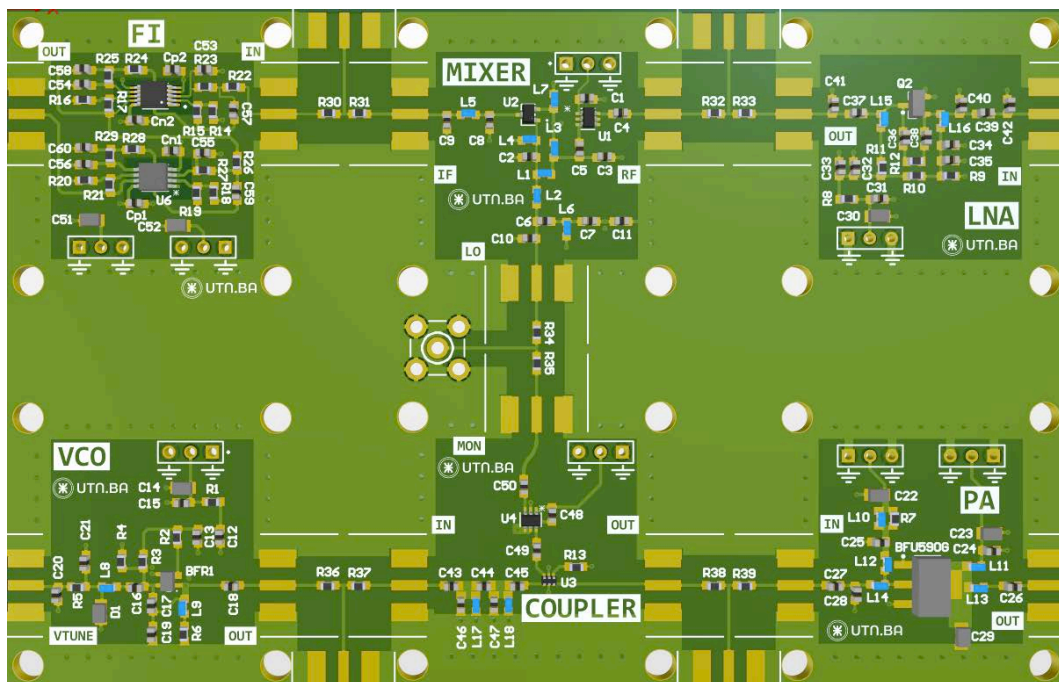

Figura 1.1: Circuito impreso correspondiente al RADAR implementado durante la cursada de EAIII.
La representación del circuito impreso del radar puede observarse en la Figura 1.1. Como se observa, el mismo consiste de seis bloques: 1) Oscilador Controlado por Tensión (VCO), 2) Acoplador, 3) Amplificador de Potencia (PA), 4) Amplificador de Bajo Ruido, 5) Mezclador y Amplificador de Frecuencia Intermedia (FI). Más detalles del principio de funcionamiento del RADAR y sus archivos de diseño pueden encontrarse en el repositorio de la materia (https://github.com/aalmela/EAIII_Radar).